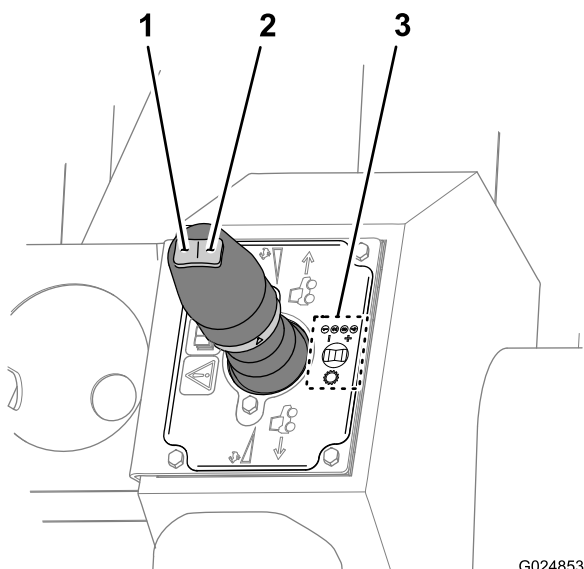

Figure 43
- Pour passer à une vitesse supérieure, appuyez sur le bouton (droit) de montée des vitesses sur le commutateur à bascule (Figure 43).
- Pour passer à une vitesse inférieure, appuyez sur le bouton (gauche) de descente des vitesses sur le commutateur à bascule (Figure 43).